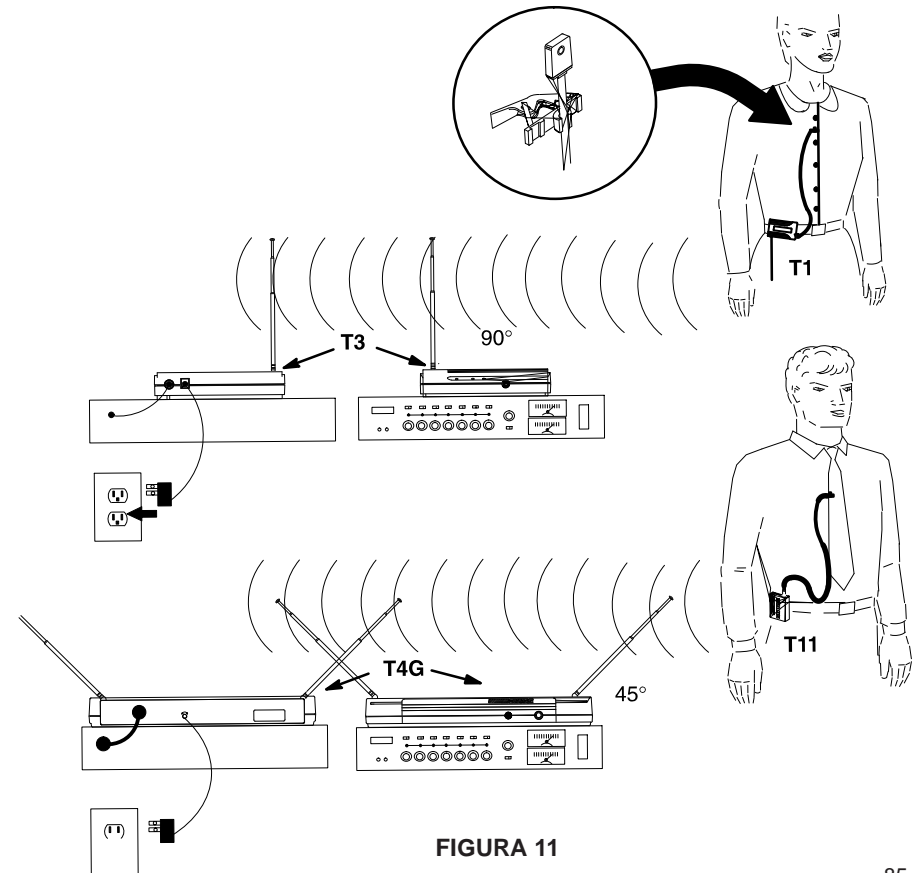

FIGURA 11
2. Fare riferimento alla Figura 11. Inserire un'estremità del convertitore di alimentazione in corrente alternata nel connettore DC INPUT situato nella parte posteriore del ricevitore, e l'altra estremità in una presa di rete (per alimentazioni a 60 Hz, 105–125Vca, utilizzare il PS20; per alimentazioni a 50 Hz, 220Vca, utilizzare il PS20E). La spia verde POWER sul ricevitore si accenderà.
4. Premere il microfono lavalier WL93 (collegato) sul relativo fermaglio di attacco ed agganciare il fermaglio ai propri indumenti. Non coprire il microfono con un indumento, e tenerlo ad una distanza dal mento compresa approssimativamente fra 20 e 30 centimetri. Vedere la Figura 11.